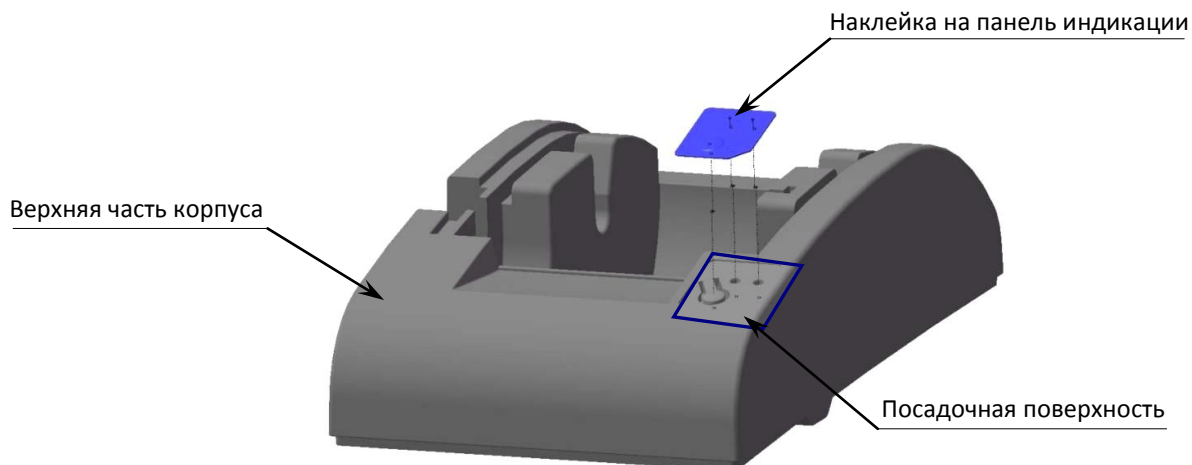

Рисунок 19. Посадочная поверхность верхней части корпуса
- 1) в первую очередь совместить наклейку и посадочную поверхность верхней части корпуса изделия в области **A** (смотрите рисунок 19);